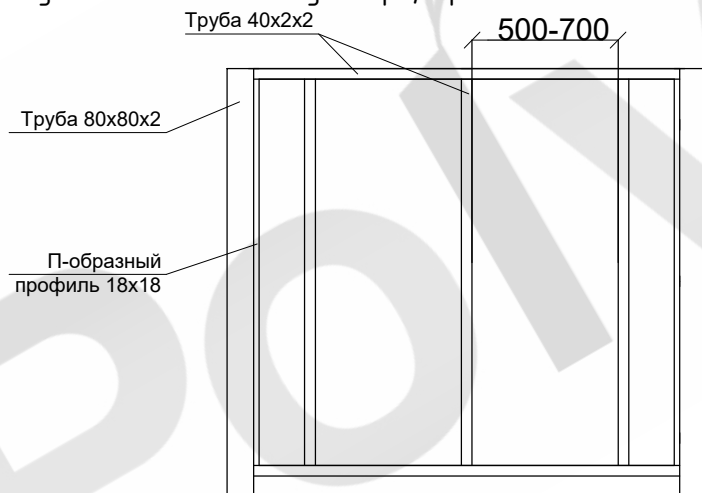

Рис. 11 Каркас забора
- Монтаж ограждения начинается с установки столбов. В качестве столбов можно использовать меллическую профильную трубу 80x80x2, кирпичные столбы и монолитные столбы. (Рис. 11)